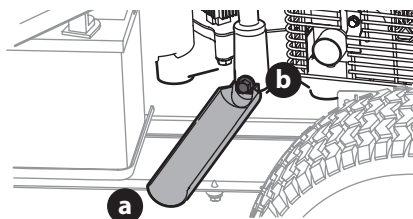
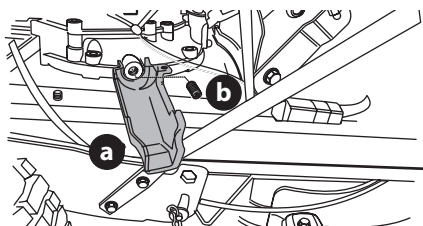

Figura 27
Figura 28
5. Encaje a presión el extremo pequeño del manguito de drenaje de aceite (a) en el espacio previsto alrededor del tapón de drenaje de aceite (b) Vea la Figura 27 o la Figura 28 para los dos posibles manguitos de drenaje de aceite y consulte la imagen correspondiente para su cortacésped.